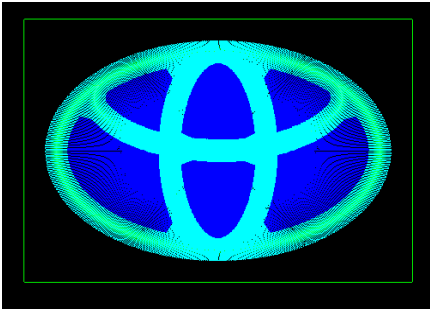

图 1-66 放射状加工刀具路径模拟
4) 在“操作管理员”对话框，单击“曲面精加工—放射状”“刀具路径模拟”，可以进行放射状加工的刀具路径模拟，如图 1-66 所示。实体切削验证的效果与例 1-10、例 1-11 相似。将本例保存为“放射状.mc9”文件。